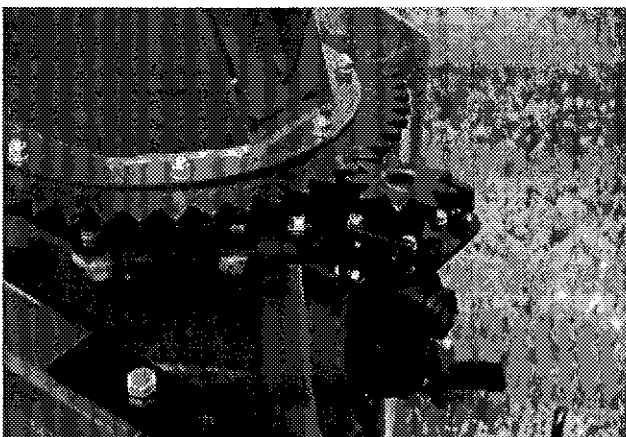

Figure 29
- 3) Installer la plaque de support du moteur, le moteur et la roue d'engrenage à 9 dents. Voir page 35 pour l'indication des dimensions de boulons (Fig. 29).